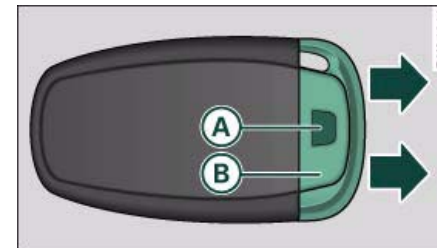

Fig. 19 Llave de control remoto: Extraer la llave de emergencia
- Pulse la tecla de desbloqueo **A** ⇒ fig. 19.